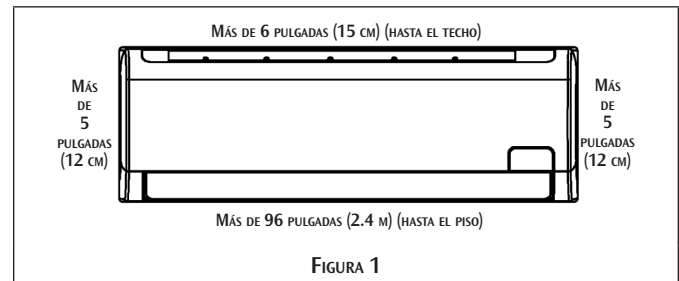

FIGURA 1
- Asegúrese de que se mantengan los espacios indicados con flechas desde la pared, el techo u otros obstáculos (vea en la figura 1 las distancias mínimas requeridas).